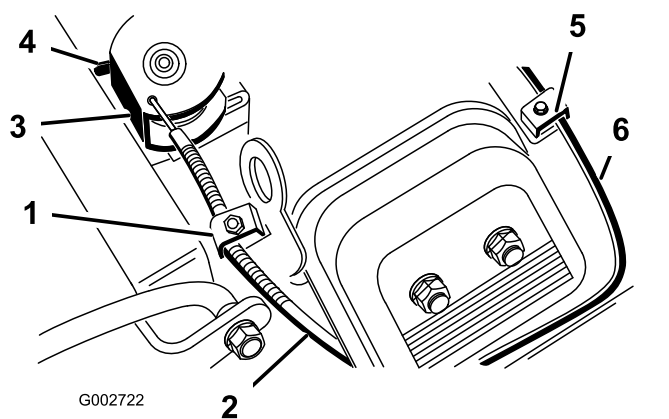

Рисунок 38
- Ослабьте винт зажима тросика дроссельной заслонки, который крепит тросик к двигателю (Рисунок 38).
- Сильно потяните за тросик дроссельной заслонки, чтобы задняя часть шарнира коснулась упора (Рисунок 38).
- Ослабьте винт зажима тросика воздушной заслонки, который крепит тросик к двигателю (Рисунок 38).
- Сильно потяните за тросик воздушной заслонки (Рисунок 38), чтобы ее дроссель полностью закрылся; затем затяните винт зажима тросика.